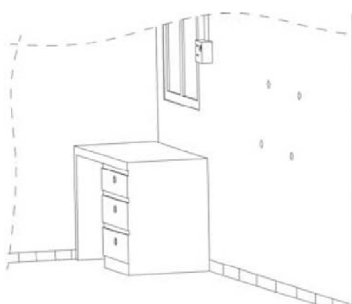

Figura 1
- Primero marcar 4 puntos en la pared de acuerdo a las perforaciones en las esquinas en el soporte para montaje y realizar las perforaciones en la pared con un taladro y colocar unos taquetes en las perforaciones (ver figura 1).